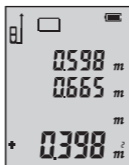

рис. 2
**Шаг 2:** Затем нажмите кнопку  , там будет "+" в левой нижней части экрана измерьте вторую область, как показано на рис. 2.